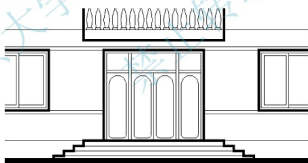

图 4.66 绘制立面台阶踏步线
- (4) 用【直线】命令绘制立面台阶踏步线, 结果如图 4.66 所示。